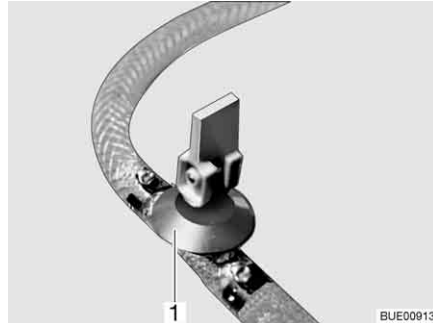
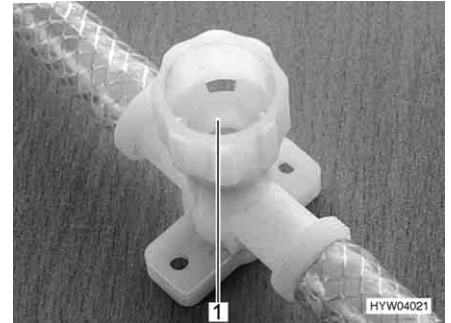

Fig. 242 Robinet de vidange (avec levier à bascule)
Fig. 243 Robinet de vidange (avec capuchon tournant)
- Ouvrir tous les robinets de vidange. Placer pour ce faire le levier à bascule (Fig. 242,1) à la verticale ou faire tourner le capuchon du robinet de vidange (Fig. 243,1) dans le sens inverse des aiguilles d'une montre.